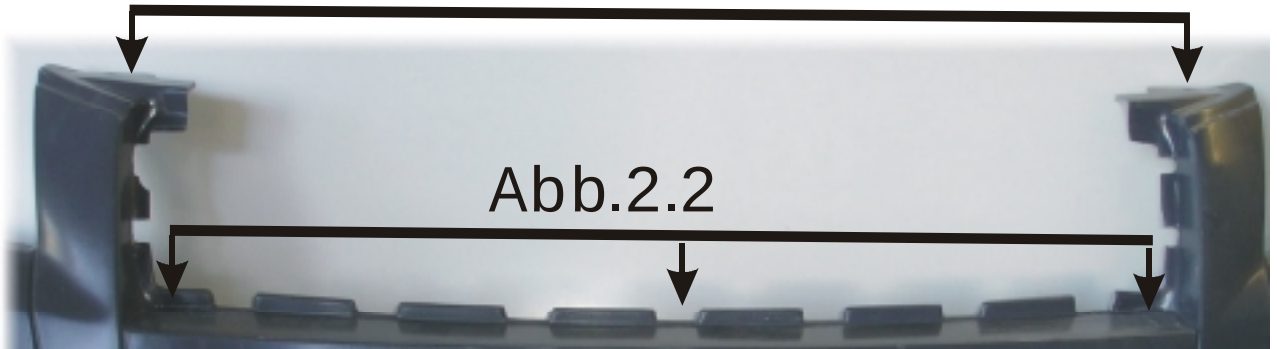

Abb. 3.2
- 5 Bohrungen unten 4-7mm (Abb.3.1) und 8 Bohrungen unten 5-9mm (Abb.3.2)